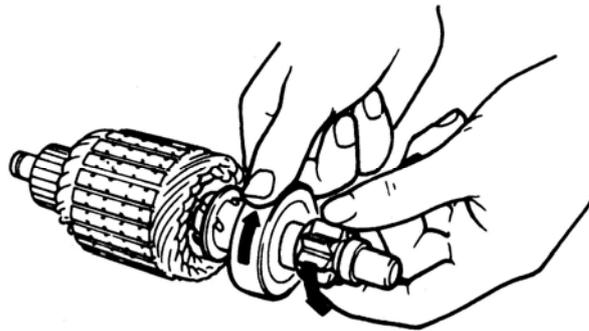

Fig. 9-29
**6) INSPECT DRIVE PINION (Fig. 9-29)**